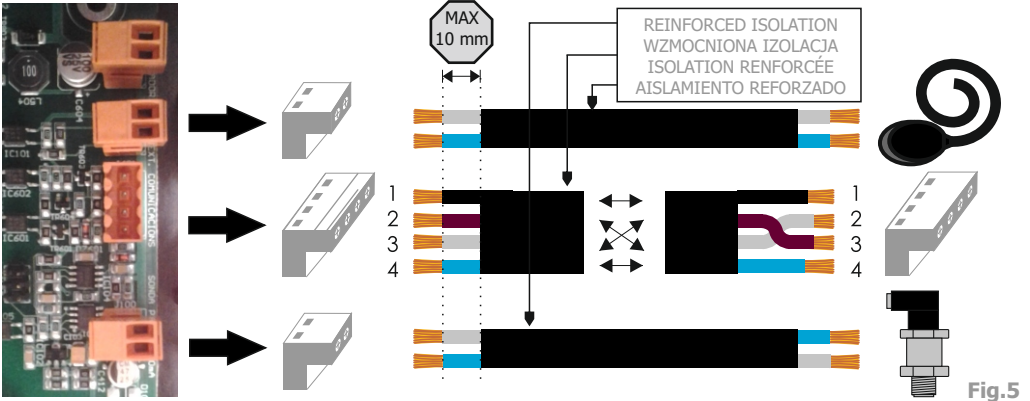

Fig.5
4. Realizar el conexionado como se indica en la fig. 5.